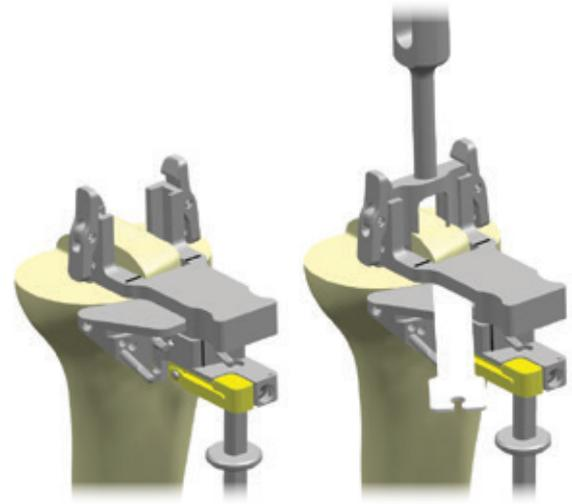

Figura 37
- b. Completare la resezione trasversale dell'eminenza anteriore utilizzando una lama oscillante (Figura 37).